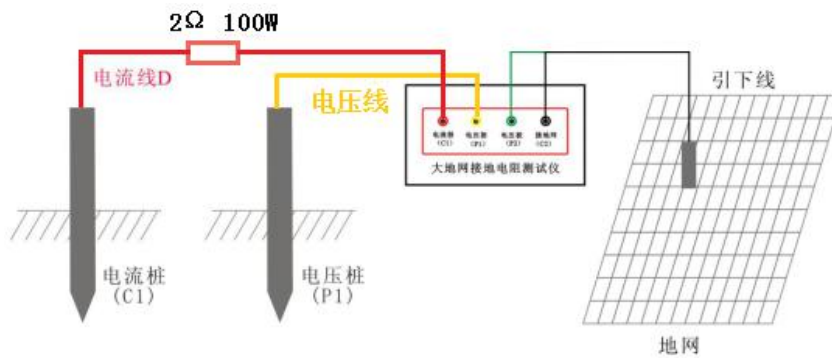

图 2：串入电阻后现场试验图
- 二是在电流回路 C1 端串入一只 2Ω 100W 电阻，电阻应靠近电流桩 C1，如图 2：